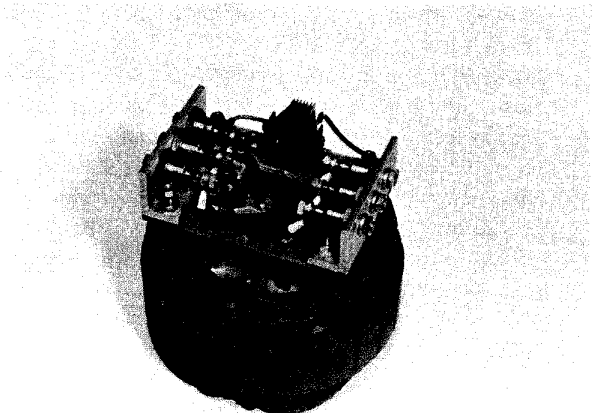

FIGURA 6-33
1. Limpie el polvo y la suciedad del ensamble del rectificador y la armadura del excitador. (Figura 6-33.) (Ver la sección 5.)